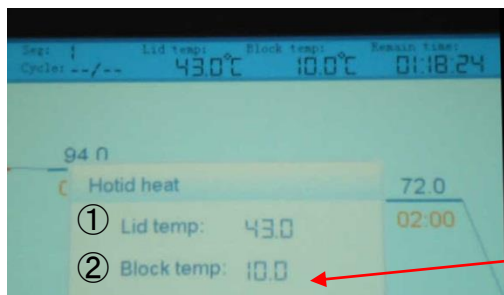

図5
ランがスタートすると、Hotlid温度(図5-①)が上昇するまでの間、ブロック温度は初期設定(System)のHotlidで設定された温度に維持されます。
例: 10℃で設定した場合(図5-②)